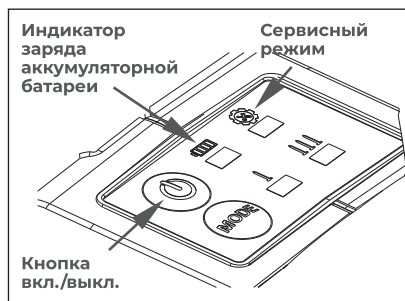

РИС. 7
4. Снимите резиновую заглушку с корпуса (смотровое отверстие Рис. 7, п. 1).